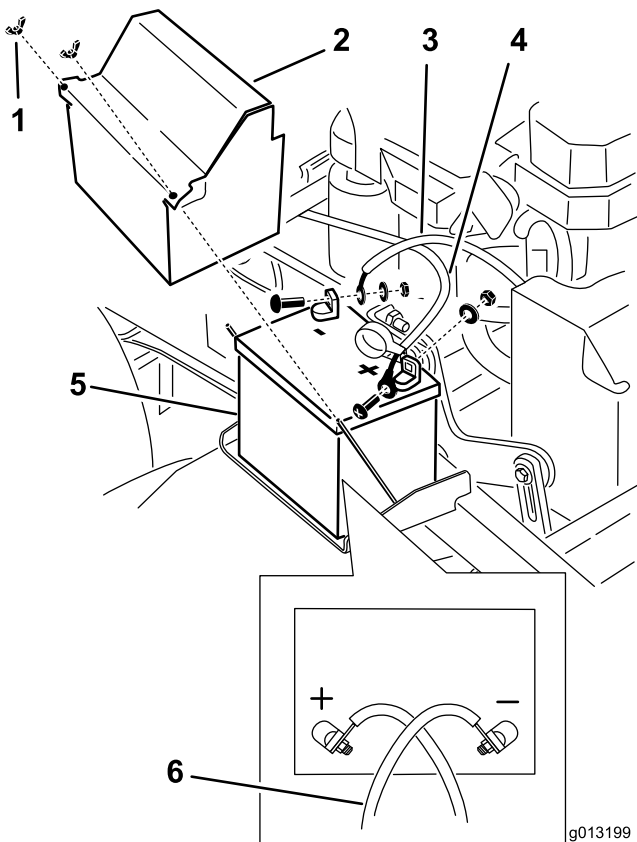

Figure 52
3. Débranchez le câble négatif de la batterie de la borne négative (-) de la batterie (Figure 52).
4. Enlevez le capuchon rouge de la borne positive (rouge) de la batterie. Débranchez ensuite le câble positif (rouge) de la batterie (Figure 52).
5. Déposez la plaque de maintien de la batterie (Figure 52) et enlevez la batterie.
1. Placez la batterie sur la machine (Figure 52).
3. Commencez par relier le câble positif (rouge) à la borne positive (+) de la batterie avec un écrou, une rondelle et un boulon (Figure 52). Glissez le capuchon de caoutchouc sur la borne de la batterie.
4. Reliez ensuite le câble négatif et le câble de masse à la borne négative (-) de la batterie avec un écrou, une rondelle et un boulon (Figure 52).
**Remarque:** Les câbles de la batterie se croisent quand ils sont correctement installés (Figure 52).